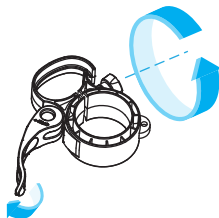

Abbildung 12
1. **Ziehen** Sie den **Hebel** und drehen Sie den **Knopf** an **Kabelmanagement-Clip**, um Spannung zu lösen. (Abbildung 12)